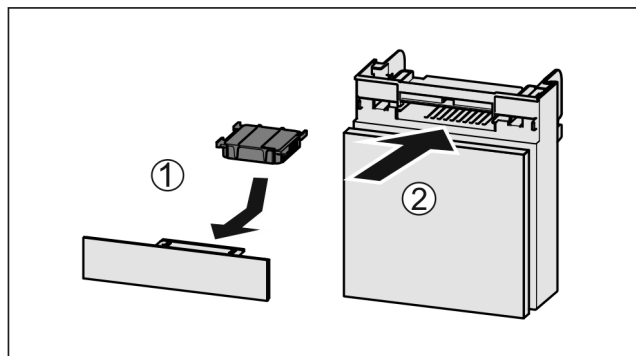

Fig. 117
- ▶ 按图装入 Fig. 117 (1)活性炭过滤器。
- ▶ 推入 Fig. 117 (2)抽屉。